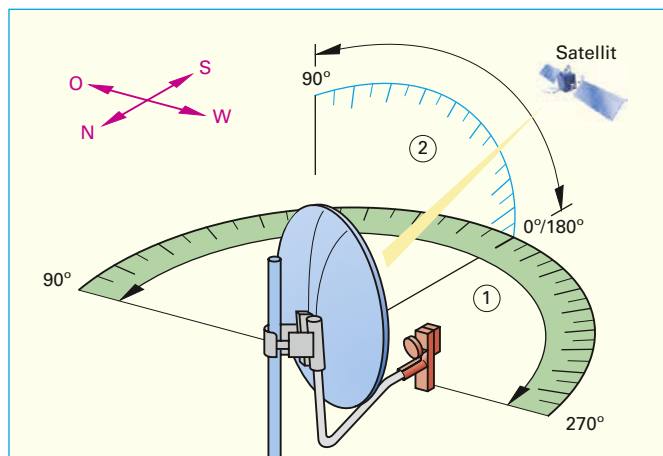

Bild 1: Winkeleinstellung an der Parabolantenne
4.2 Welche beiden Winkel müssen bei der Ausrichtung einer Parabolantenne (**Bild 1**) beachtet werden?
①
②